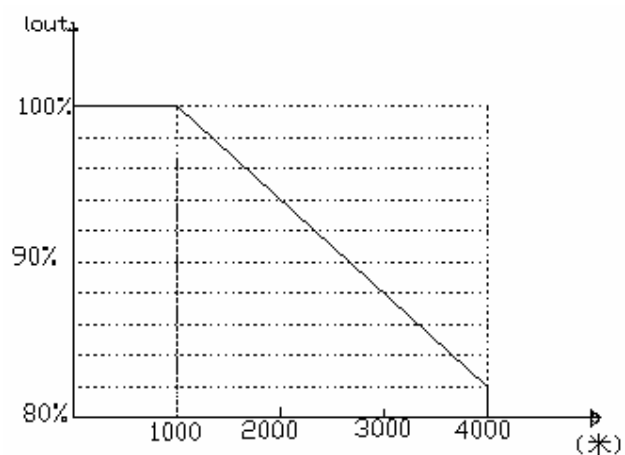

图 1-2
(2)、在海拔高度超过 1000 米的地区，由于空气稀薄造成磁阻电机和控制器的散热效果变差，应降额使用。有关曲线如图 1-2。